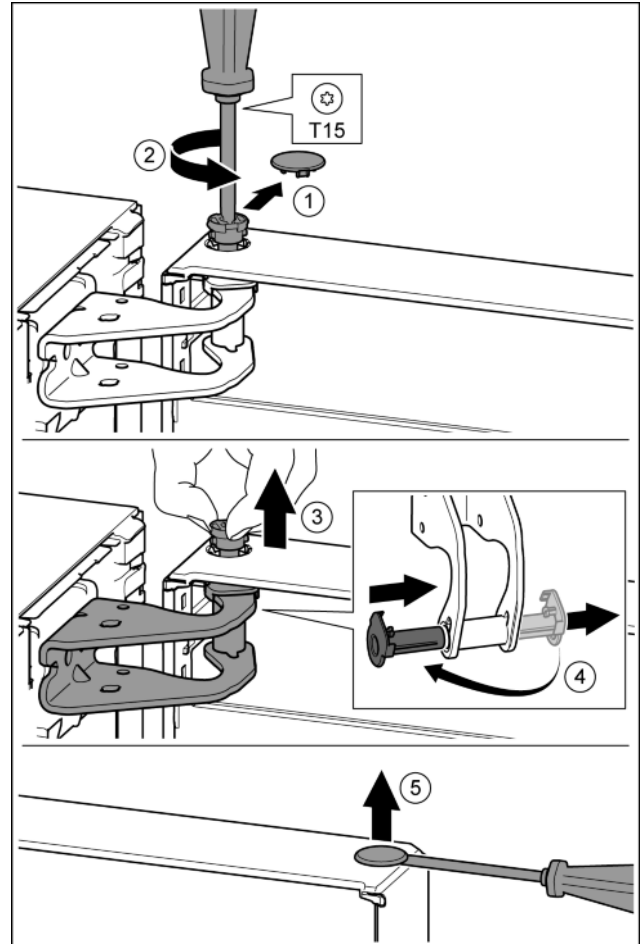

Fig. 13
- ▶ Veiligheidsafdekking voorzichtig eraf trekken. Fig. 13 (1)
- ▶ Bout met schroevendraaier T15 een stukje eruit draaien. Fig. 13 (2)
- ▶ De deur vasthouden en de bout met de vingers eruit trekken. Fig. 13 (3)
- ▶ Lagerbussen uit de geleiding trekken. Op de andere kant aanbrengen en vastklikken. Fig. 13 (4)
- ▶ Stop voorzichtig met een sleufschroevendraaier uit de lagerbus van de deur optillen en eruit trekken. Fig. 13 (5)